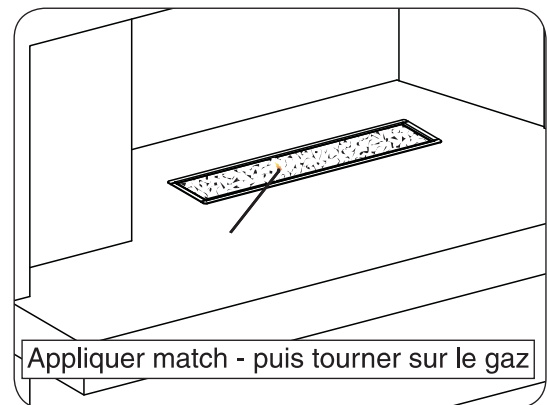

Fig. 20-1
- 3. Poser une allumettes à tige longue éclairé sur la surface des médias décoratifs près du brûleur (**ne pas tenir le match en main**) ou utiliser un briquet au butane long cou éclairé (Fig. 20-1).